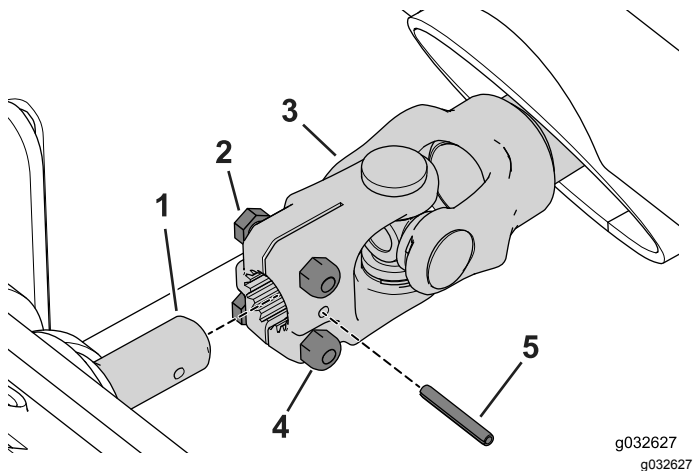

Figura 125
1. Utilize o pino de segurança para ligar o veio propulsor ao eixo da caixa de velocidades (Figura 125).